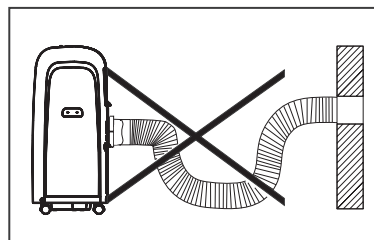

Рис. 13
5. При подсоединении шланга-воздуховода и изменении его длины не допускайте провисаний и изгибов (см. Рис. 13).